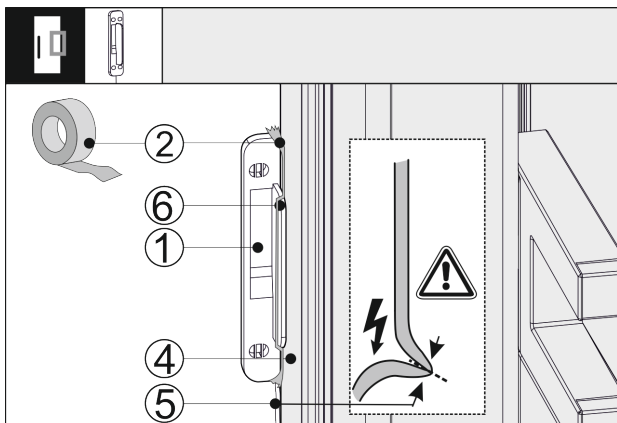

Fig. 42
- Pielieciet klauvējiena sensoru Fig. 42 (1) sānos pie ierīces durvīm Fig. 42 (4), tā ka atduris Fig. 42 (6) piekļaujas pie ierīces durvīm Fig. 42 (4). Sensora kabelis Fig. 42 (5) ir mazliet nospriegots, un arī atrodas pie ierīces durvīm Fig. 42 (4).
- Nofiksējiet klauvējiena sensoru Fig. 42 (1) ar līmlenti Fig. 42 (2). Vēlāk klauvējiena sensoru saskrūvē ar mēbeles priekšējo daļu.